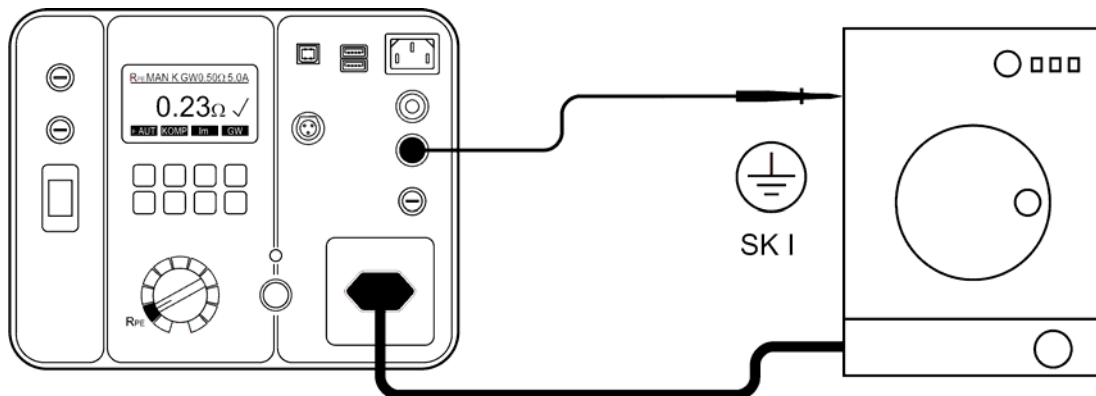

Abb. 9: Anschluss für die Schutzleiterwiderstandsmessung bei Prüflingen mit Netzstecker. Verwenden Sie SONDE 1
- Verbinden Sie den Prüfling und die SONDE 1 entsprechend der Abbildung 9 oder 10.